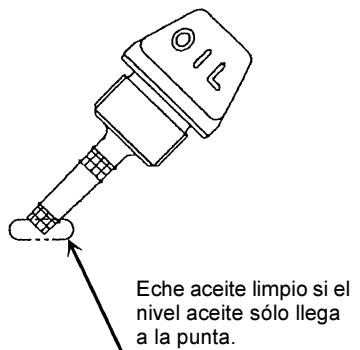
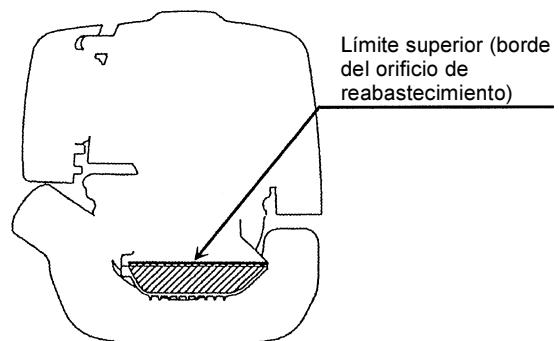

Fig.1
Fig.2
Cuando hay poco aceite, de modo que la bayoneta de nivel solamente toca el aceite con su punta, y especialmente cuando la bayoneta está insertada en el cárter sin enroscar (Fig. 1), eche aceite por el orificio de reabastecimiento (Fig. 2).
- (1) Coloque el motor en posición nivelada y saque la bayoneta de nivel de aceite.
- (2) Eche aceite hasta el borde del orificio de reabastecimiento. (Consulte la Fig. 2 de la página anterior.)